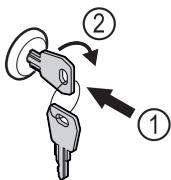

Fig. 75 Príklad zobrazenia
- Zatlačte klúč Fig. 75 (1).
- Otočte klúč o 90° v smere hodinových ručičiek Fig. 75 (2).